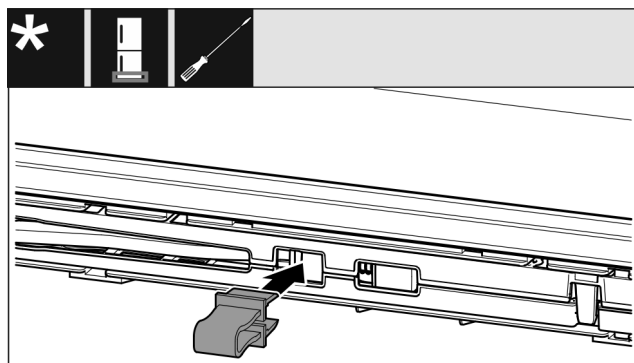

Fig. 16
- ▶ Varovalo zatakните v odprtino. (glejte Fig. 16)